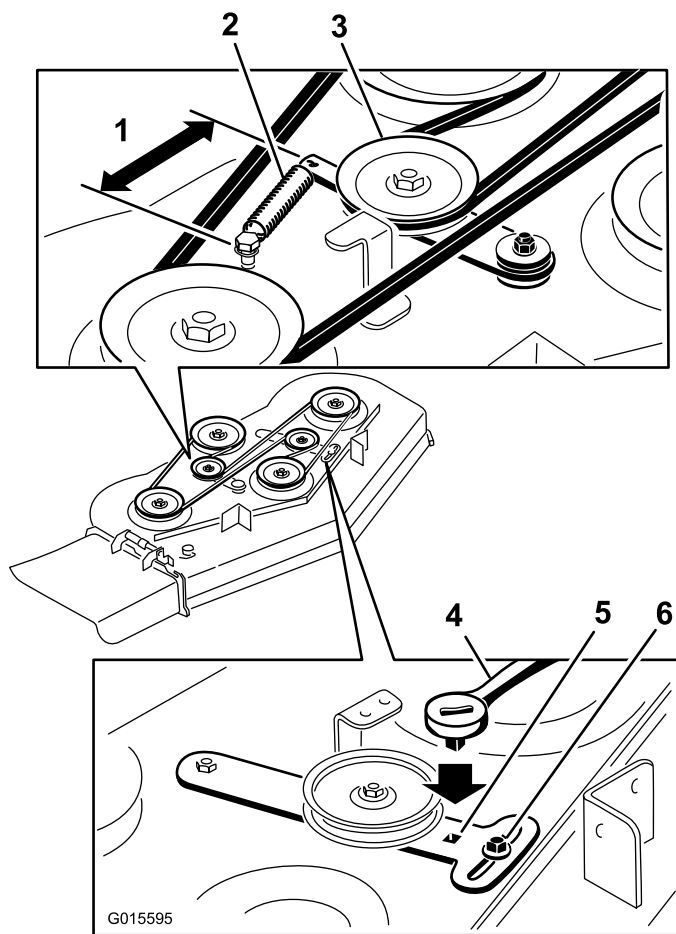
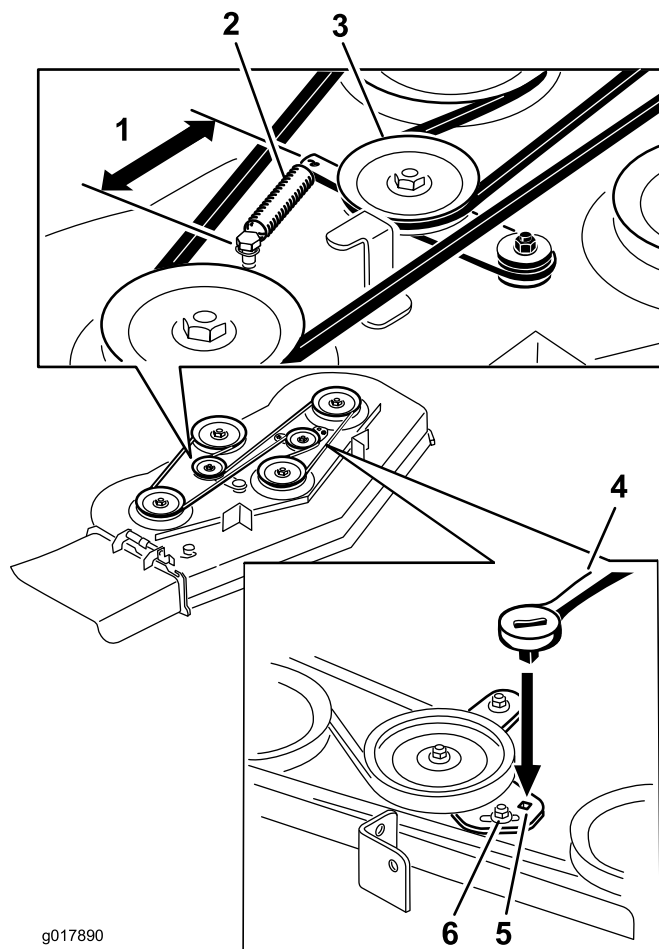

Figura 74
Figura 75
- Afloje la tuerca para aflojar la polea tensora delantera (Figura 74 y Figura 75).
- Retire la correa desgastada del cortacésped (Figura 74 y Figura 75).
- Instale la correa nueva alrededor de las poleas de la carcasa y la polea del embrague (Figura 74 y Figura 75).
- Utilizando la llave de carraca en el brazo tensor, apriete la polea tensora hasta que el muelle mida 16.5 cm (6.5 pulgadas) de un gancho a otro (Figura 74 y Figura 75).
- Apriete la tuerca para apretar la polea tensora delantera (Figura 74 y Figura 75).